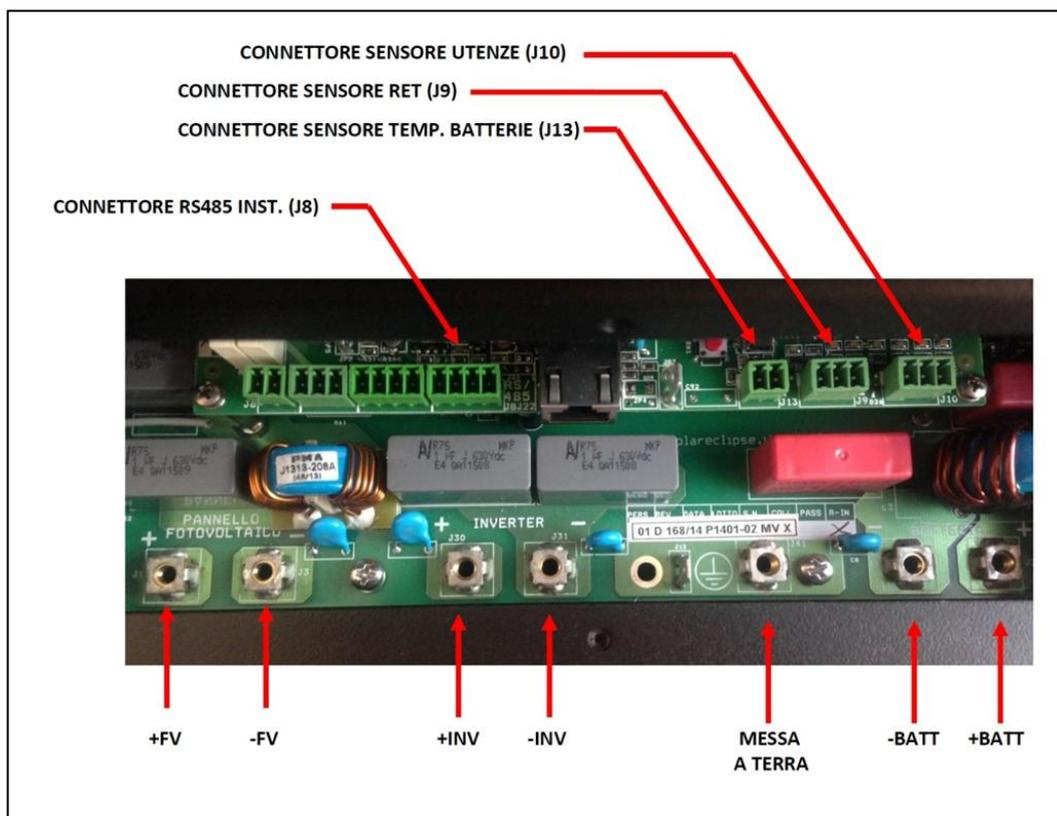

Figura 7 – Cablaggio scheda Solar Eclipse
- Collegare i cavi dei moduli fotovoltaici alla scheda (vedi Figura 7)
- Verificare che il sezionatore batterie sia aperto (vedi Figura 7)
- Collegare i cavi del pacco batteria sulla scheda di Solar Eclipse (vedi Figura 7)
- Collegare i cavi inverter alla scheda (vedi Figura 7)
- Collegare il connettore del sensore di rete (Power Meter) alla scheda di Solar Eclipse (vedi Figura 7)
Collegare il cavo interfaccia USB/RS485 al pc e al Solar Eclipse vedi Figura 7 assicurandosi che il Solar Eclipse sia in stato di blocco (spia LED a sinistra lampeggiante).